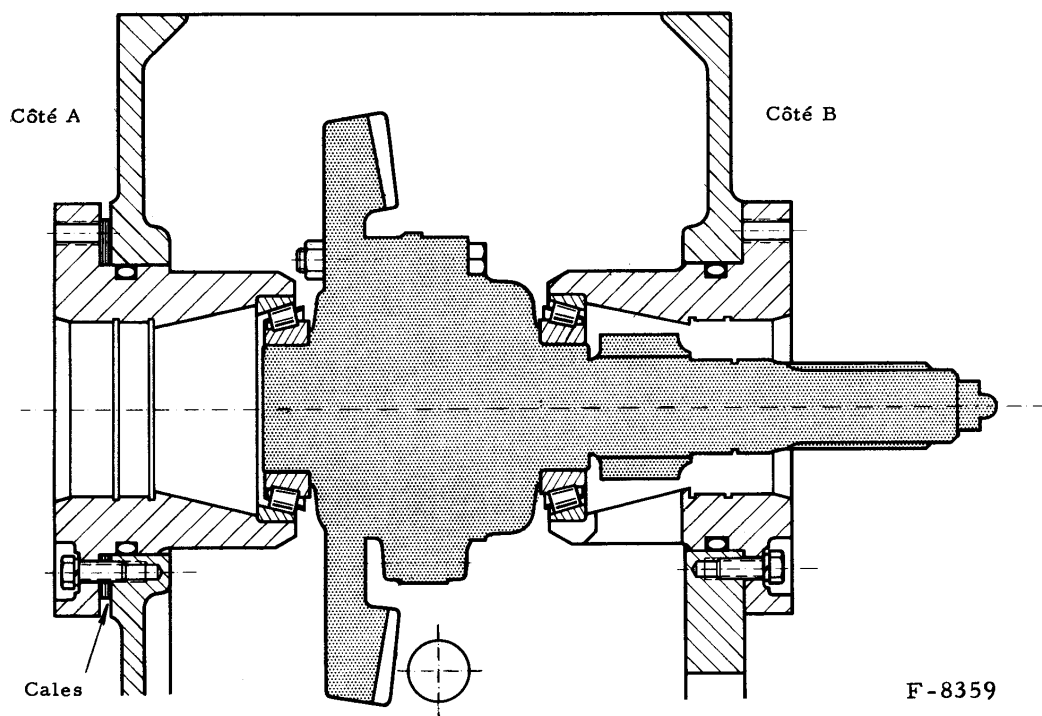

Fig. 30. — Précharge des roulements coniques du différentiel.
- Présentez le différentiel dans le bâti arrière et maintenez-le en plaçant les deux cages de roulement (fig. 30).